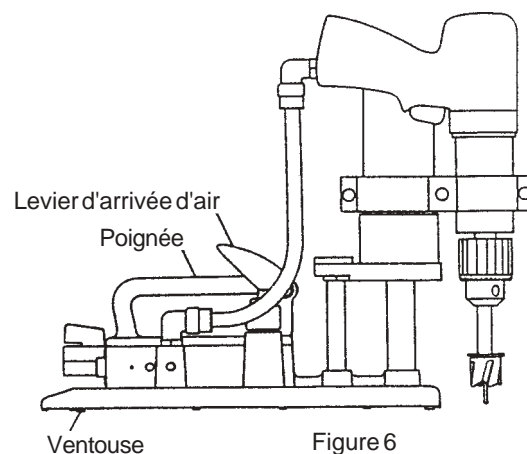

Figure 6
10. Pour percer avec précision à l'endroit désiré, appuyer sur le levier d'arrivée d'air de la perceuse avec le pouce gauche jusqu'à ce que la perceuse soit en fin de course comme illustré dans la Figure 6. Placer le centre de la pointe de la mèche sur le centre de la marque de la contre-pointe. Tenir la ventouse de façon à ce qu'elle affleure la surface de travail et relâcher doucement la pression du pouce sur le levier d'arrivée d'air jusqu'à ce que la ventouse adhère uniformément à la surface de travail. Presser fermement la ventouse sur la surface de travail pour garantir que le joint pneumatique soit activé.